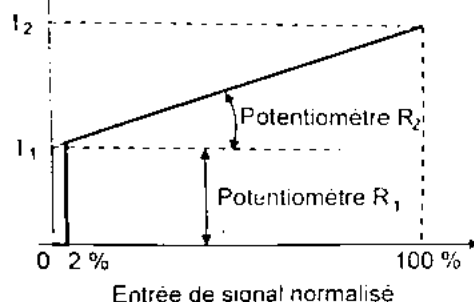

Figure 1: caractéristique I(U)
- potentiomètre d'amplification R_2 pour fixer la pente de la caractéristique $I(U)$ et ainsi du courant maximal I_2 , respectivement du débit pouvant être atteint (pour le signal normalisé maximal, par ex. 10 V) (figure 1)
- le déclenchement du point zéro garantit une fermeture étanche de la vanne pour un signal d'entrée $< 2\%$ de la valeur maximale; à cet effet, le courant de bobine est mis électriquement à zéro pour des signaux d'entrée inférieurs à ce seuil (par ex. 0,2 V pour entrée de signal normalisé 0-10 V) (figure 1); le déclenchement du point zéro peut être désactivé par un interrupteur DIP, par ex. pour un réglage simplifié du début d'ouverture de la vanne, avec le potentiomètre R_1